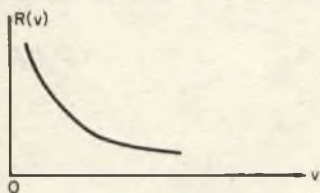

Fig. 1
A) Definizione - Si dice lineare un elemento che, quando la sua entrata viene aumentata di una data quantità, risponde con un aumento proporzionale. Per esempio, se la tensione ai capi di un resistore lineare viene raddoppiata, raddoppia pure la corrente che scorre nel resistore. Nella fig. 1 è riportata la curva caratteristica di un resistore non lineare. Si noti che il valore del resistore, $R(v)$, dipende dalla tensione ai suoi capi. In questo articolo tratteremo solo elementi lineari.